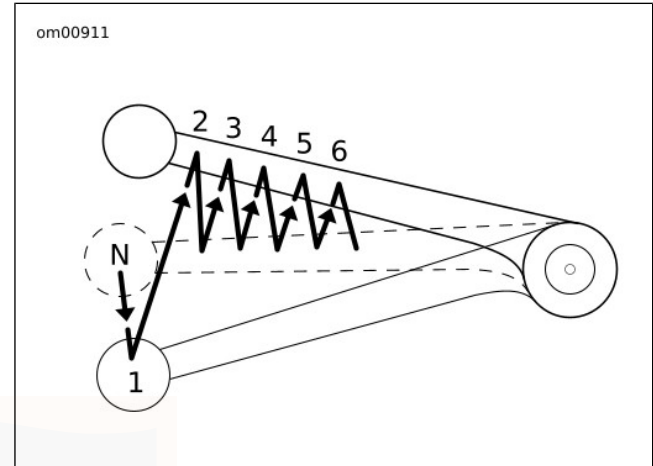

Figure 46. Séquence de changement de vitesse : Passage en vitesse supérieure
- Voir Figure 46. Fermer la commande des gaz.